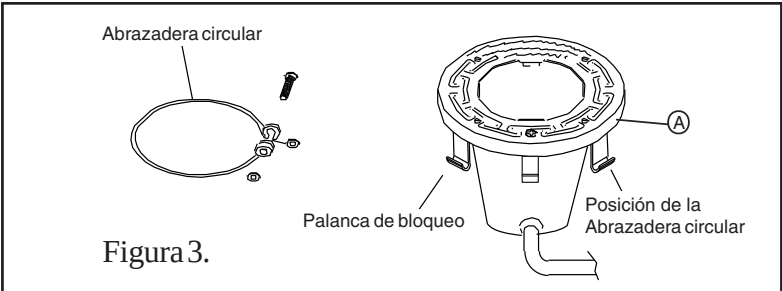

Figura 3.
(1) Con el faro descansando sobre su base, coloque la junta en la parte superior de la armazón del faro como se describió en el paso 7. **SE TIENE QUE USAR UNA JUNTA NUEVA DE LENTE CADA VEZ QUE SE VUELVA A ARMAR EL FARO.** Centre el aro de carátula de acero inoxidable y colóquelo encima del grupo formado por la lente y la junta. Todas las palancas de bloqueo deben estar colgando libremente y hacia abajo con el fin de instalar encima la lente y la junta. Antes de instalar la abrazadera de unitensión cerciórese de que la separación entre las puntas de la abrazadera sea de aproximadamente 1 pulgada (2.5 cm). (Tire de las puntas de la abrazadera de unitensión para lograr esto.)
(2) Con las puntas dobladas de la abrazadera circular de unitensión apuntando hacia abajo abra la abrazadera y colóquela en las muescas en «U» de las palancas de bloqueo. Cerciórese de que las puntas dobladas de la abrazadera estén colocadas entre el par de palancas de bloqueo como se muestra en la figura 3, indicación A. Verifique que la abrazadera esté bien enganchada con todas las palancas.